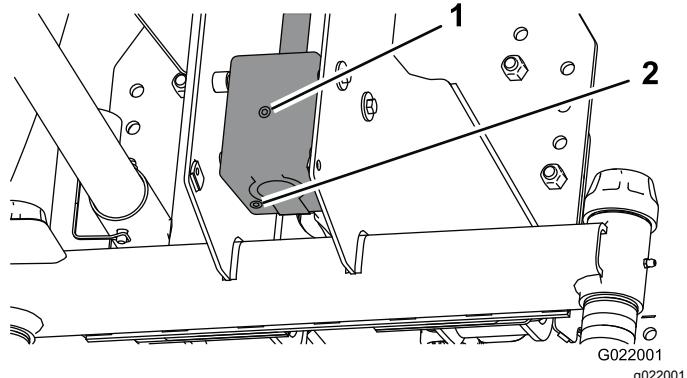

**Figura 21**
Eje de la rueda giratoria (2) (Figura 21)